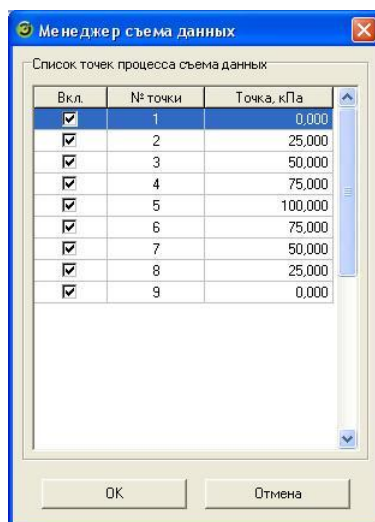

Рисунок 3.6.11 – Диалог менеджера процесса
- «Запуск». Кнопка предназначена для запуска процесса съема данных. При нажатии на неё выводится диалог менеджера процесса (рисунок 3.6.11).